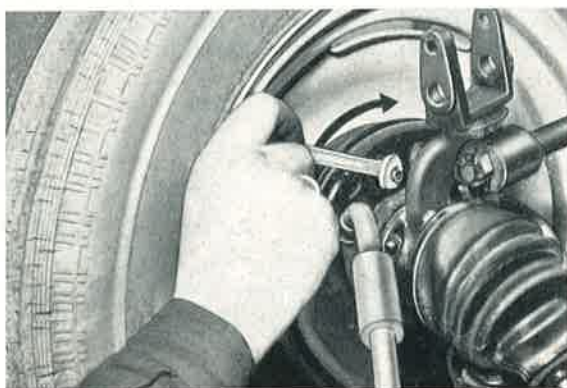

Bild 484: Gegen Drehrichtung des Rades muß die Nachstellschraube verdreht werden, bis das Rad festsitzt.
3. An jedem Rad Exzenter nachstellen (Maulschlüssel 10 mm) gegen Drehrichtung des Rades, wobei das Rad ständig in Drehrichtung gedreht werden soll, bis das Rad festsitzt. Dann zurückstellen, bis es gerade wieder frei läuft. (Bild 484)